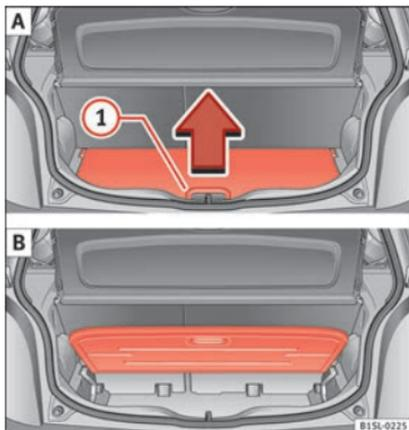

Fig. 138 A: abrir o piso variável do porta-bagagens. B: piso variável do porta-bagagens levantado.
- Para *levantar* o piso, levante o puxador » **Fig. 138** ① no sentido da seta e puxe o piso o mais possível para cima » **Fig. 138 B**.